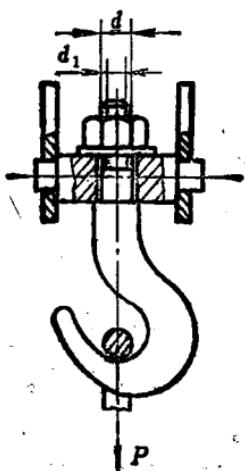

图 8
8. 图 8 所示为 10tf 起重机的吊钩, 螺纹部分的大径  $d = 56\text{mm}$ , 小径  $d_1 \approx 50\text{mm}$ , 材料的许用应力  $[\sigma] = 80\text{MPa}$  问当满载时螺纹部分的强度是否足够?